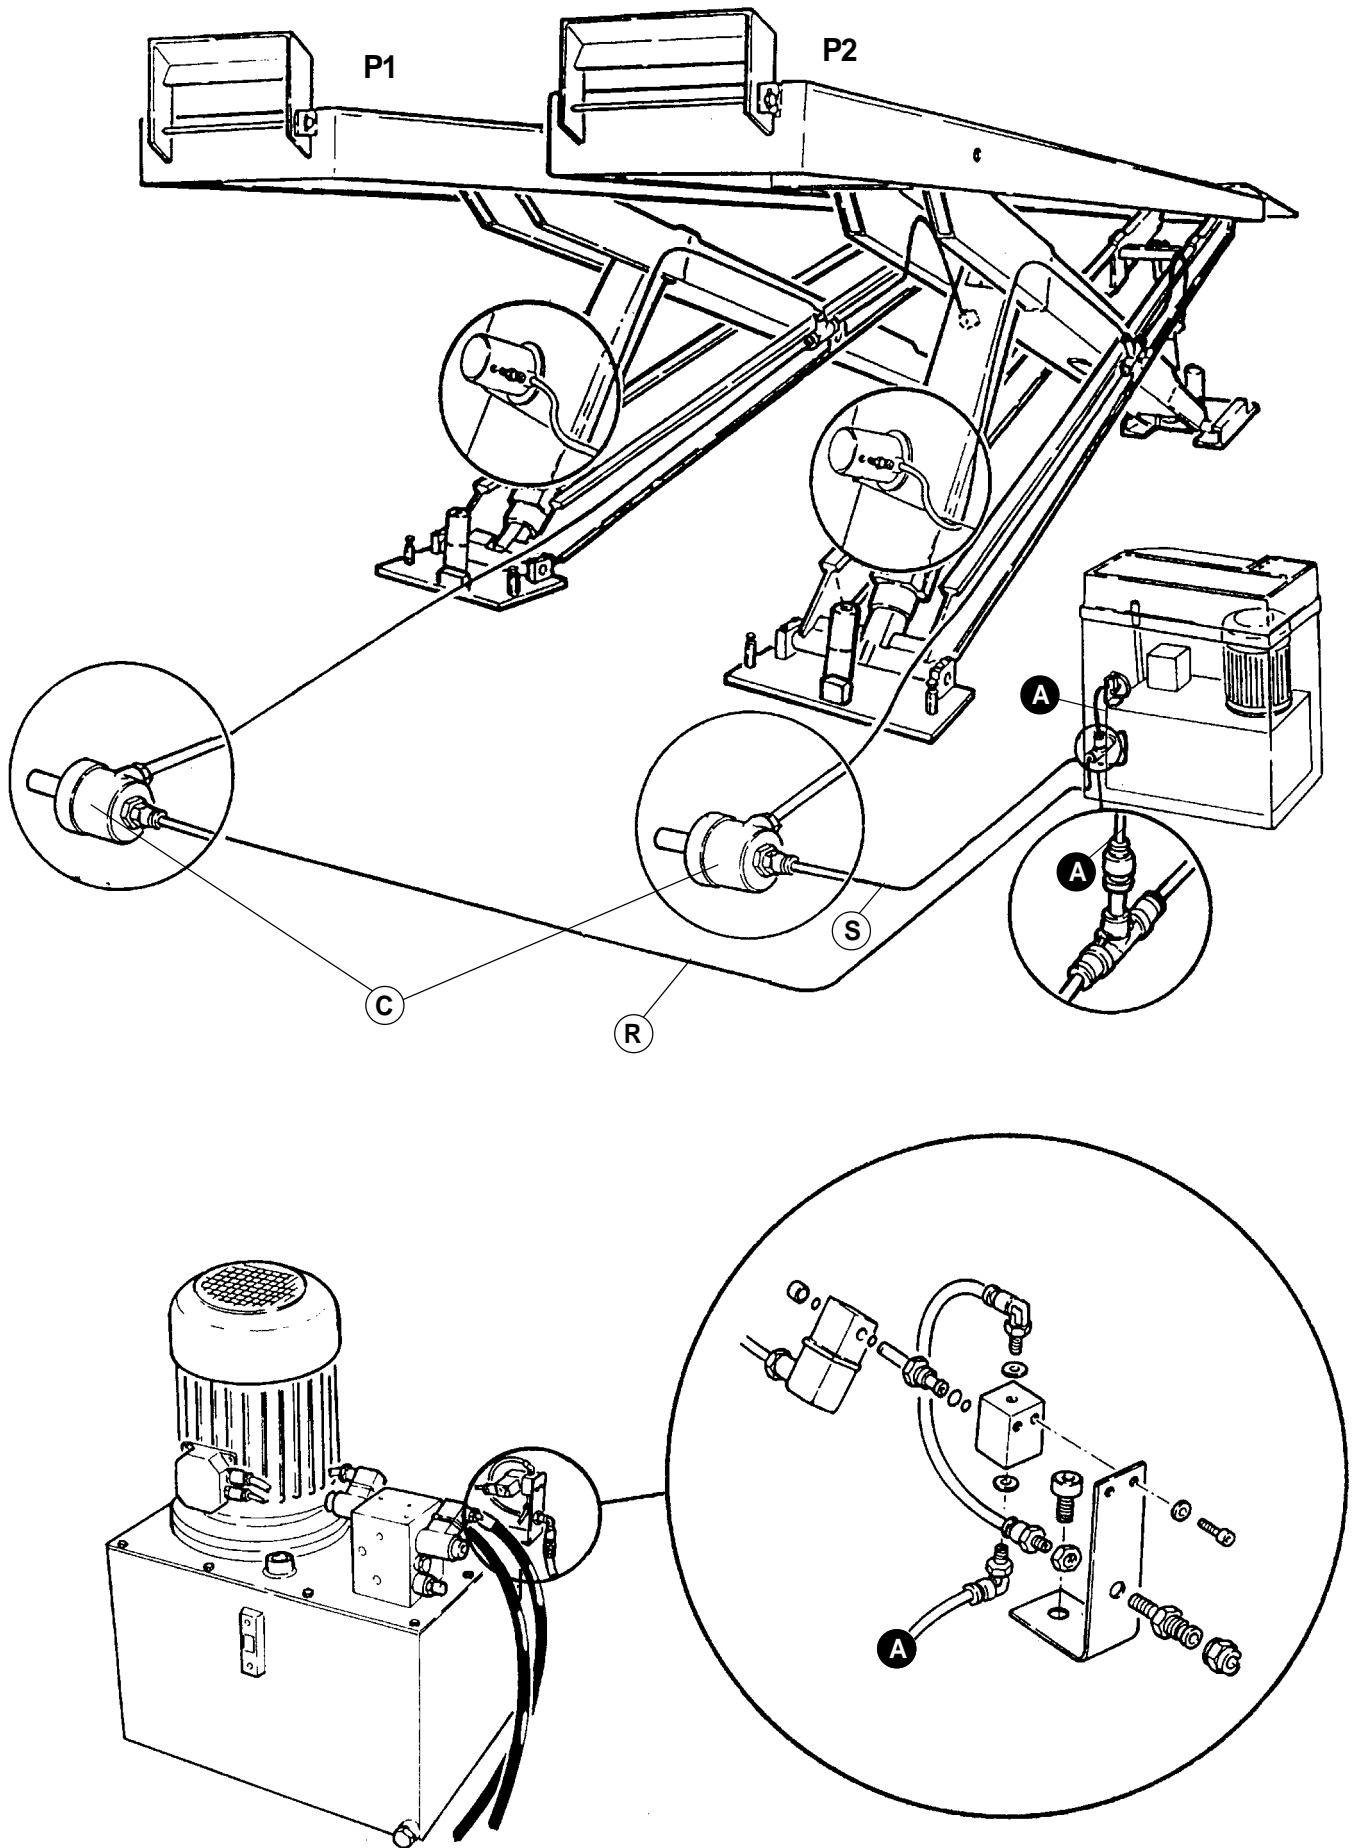

Fig.18
- Eseguire i collegamenti dell'impianto pneumatico (tubi in materiale plastico bianco) come da fig. 18 facendo attenzione a non creare strozzature che potrebbero compromettere il corretto funzionamento dei cilindretti di sgancio arresti meccanici.
- Gli scarichi rapidi (C), con i relativi tubi (R) ed (S), sono già collegati in centralina e posizionati nella centralina stessa per il trasporto.
- Connect up the compressed air system (tubes in white plastic) as shown in fig. 18, check that there are no kinks in the tubes which could impair the functioning of the mechanical stop release cylinders.
- The rapid discharge (C), with relative tubing (R) and (S), are already connected to the control box and positioned in the control box itself for transport.
- Die Anschlüsse der Druckluftanlage (weisse Kunststoffschläuche) gemäss Abb. 18 vornehmen. Dabei beachten, dass keine Drosselstellen entstehen, die den einwandfreien Betrieb der Auslösezylinder der mechanischen Stützvorrichtung beeinträchtigen könnten.
- Die Schnellentladungen (C), mit den entsprechenden Leitungen (R) und (S), sind bereits im Schaltkasten angeschlossen und für den Transport dort positioniert.
- Réaliser les raccords du système pneumatique (tuyauterie en matériel plastique blanc) comme indiqué à la fig. 18, en évitant tout étranglement qui pourrait compromettre le bon fonctionnement des cylindres de dégagement des arrêts mécaniques.
- Le décharges rapides (C), avec les tuyaux correspondants (R) et (S), sont déjà raccordées à la centrale et positionnées dans la centrale pour le transport.
- Conectar la instalación neumática (tubos de material plástico blanco) como indica la fig. 18, prestando atención en que no se formen estrechamientos que podrían comprometer el funcionamiento correcto de los cilindros de desenganche de los retenes mecánicos.
- Las salidas rápidas de descarga (C), con los relativos tubos (R) y (S), ya están conectadas en la central y colocadas para el transporte.